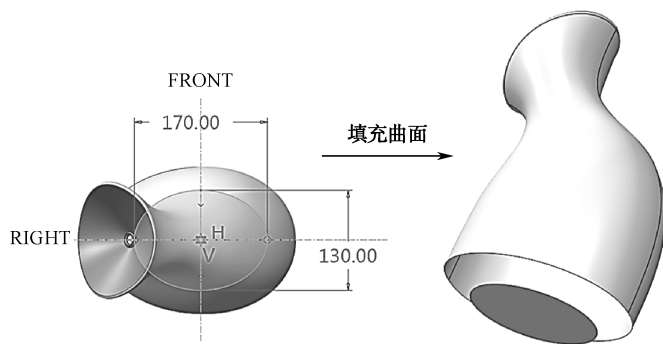

图 7-69 底座曲面“填充 1”
(1) 单击【基准】按钮，选择 TOP 基准面，平移 25.00 向下偏移距离输入 25，得到基准平面“DTM1”。
(2) 单击【填充】按钮，单击【参考】→【定义】，选择绘图区中的 DTM1 平面作为草绘平面，RIGHT 平面作为参照平面，参考方向为底。或者直接选择 FRONT 平面，单击【草绘】进入草绘模式。绘制如图 7-69 所示曲线，完成后单击确定退出截面绘制，得到底座曲面“填充 1”。